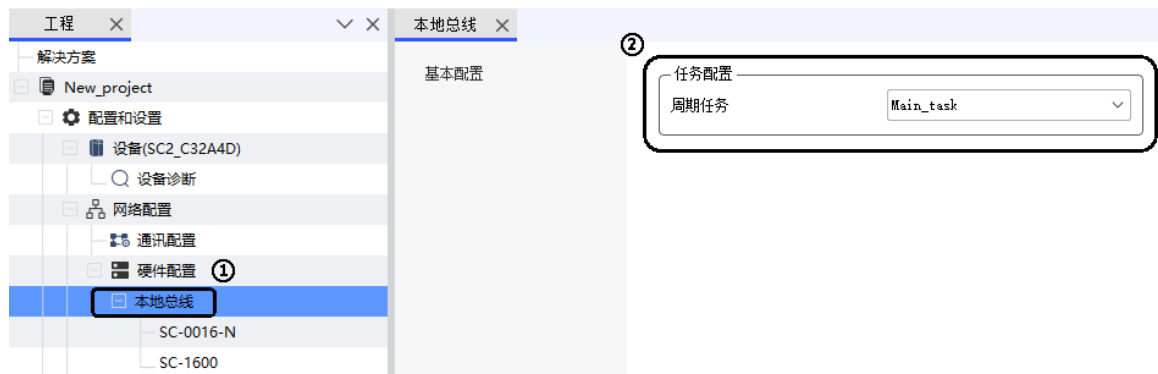

图 6.6 本地总线循环任务
2) 设置本地总线循环任务，在设备树中，鼠标左键双击“本地总线”进入 PLC 本地总线配置界面，选择本地总线循环任务，如图 6.6 所示；